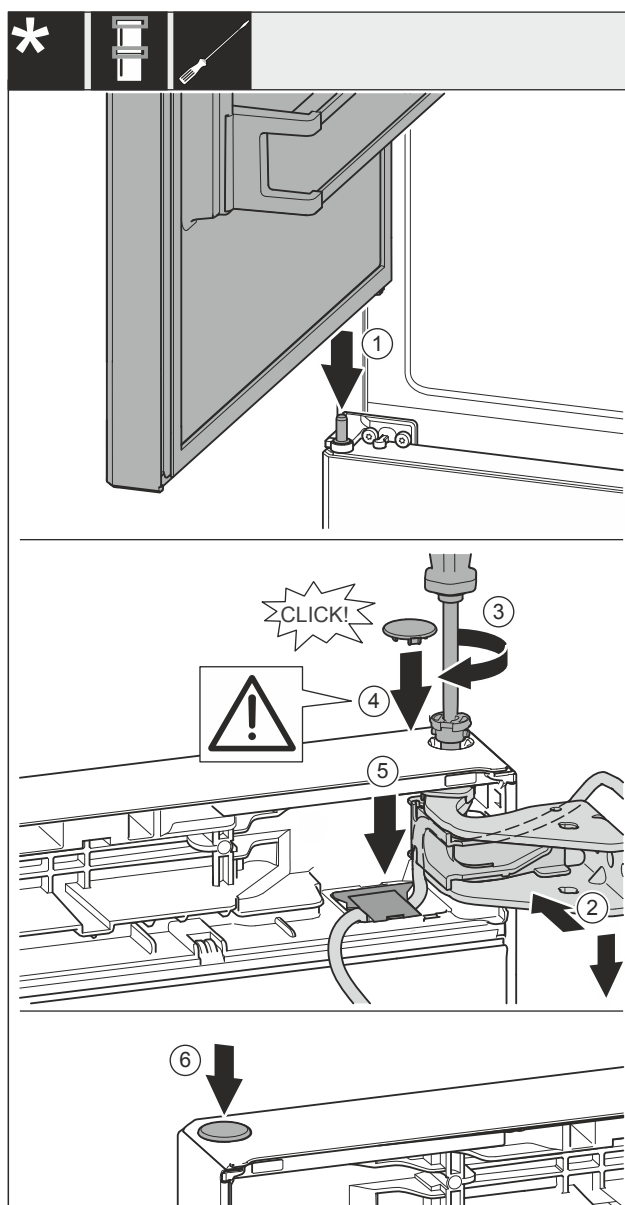

Fig. 60
- Posizionare la porta superiore sul cuscinetto di supporto centrale Fig. 60 (1).
- Allineare la porta superiore all'apertura nella staffa di supporto Fig. 60 (2).
- Inserire i perni Fig. 60 (3) e stringerli con un cacciavite.
- Inserire la copertura Fig. 60 (4).
- Controllare che la copertura Fig. 60 (4) poggi sulla porta.
- Inserire la copertura Fig. 60 (5) e spingere verso il basso, finché non si innesta.
- Inserire la copertura Fig. 60 (6).